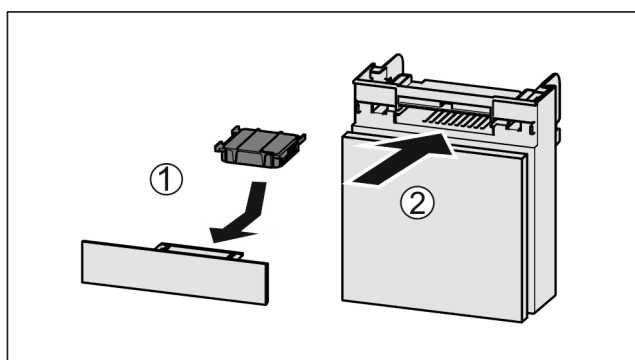

Fig. 53
- ▶ Actiefkoolfilter overeenkomstig afbeelding aanbrengen Fig. 53 (1).
- ▶ Lade erin schuiven Fig. 53 (2).